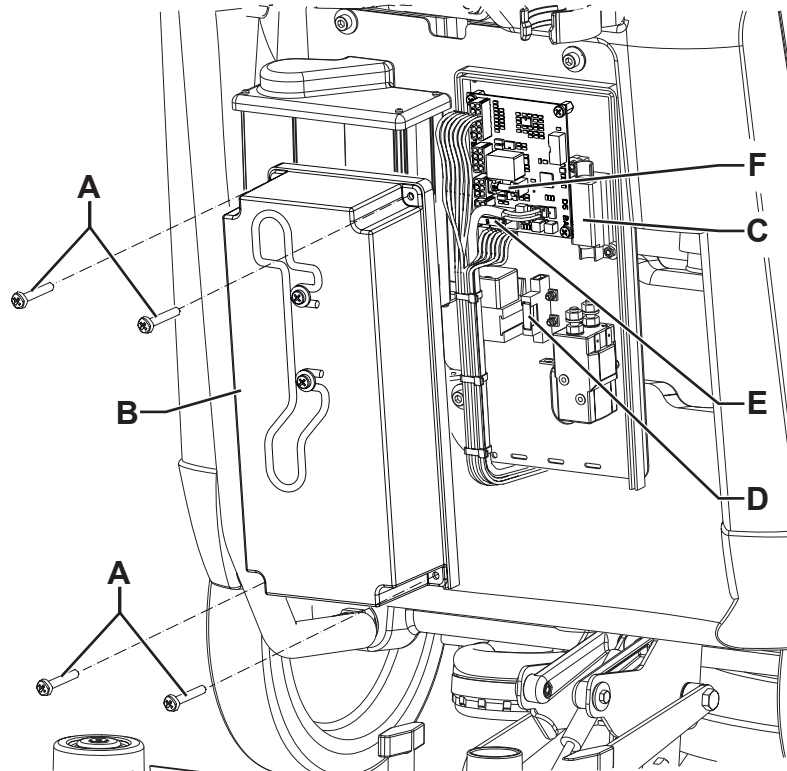

Рис. 10
1. Отсоедините соединитель аккумуляторной батареи (29).
2. Удалите винты (А, Рис. 10), затем аккуратно снимите крышку корпуса электродетали (В).
- (D): F2 (30 А) предохранитель скребка, электродвигатель вакуумной системы.
- (E): F3 (5 А) плоский предохранитель, соленоидный клапан и электронная панель
- (E): F4 (20 А) стеклянная плавкая вставка, система отключения щетки